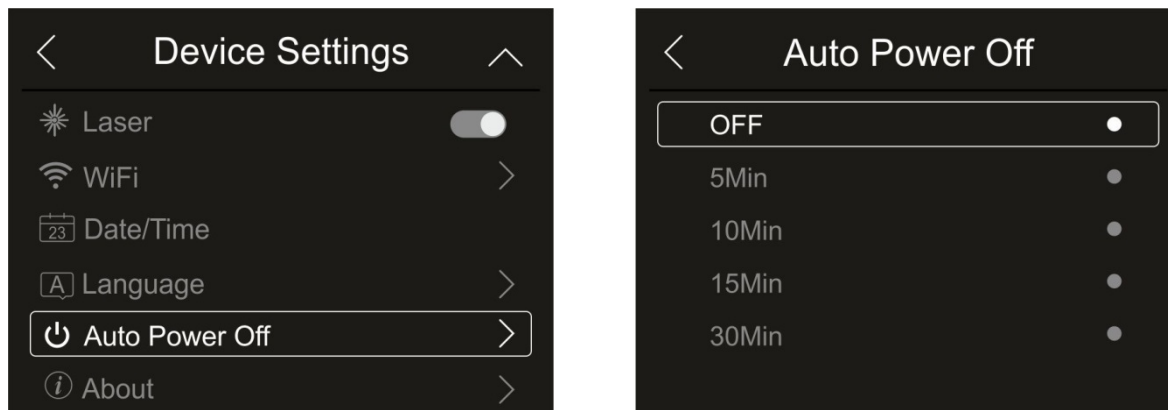

Fig. 20: Réglage de la mise arrêt automatique
1. Touchez l'élément «Auto Power Off» pour régler le temps de mise hors tension automatique de l'instrument. La page-écran de la Fig. 20– partie droite s'affiche à l'écran :